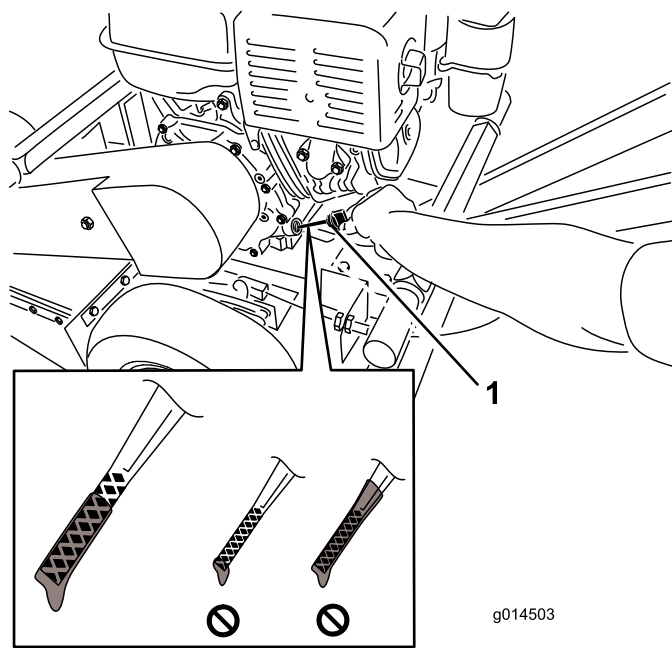

Figure 7
**Remarque:** Le niveau d'huile doit atteindre le haut de la plage supérieure (Figure 7).